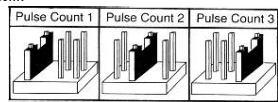

Fig. 1
-Réglage du compteur d'impulsion : Le compteur d'impulsion règle le nombre des zones protégées que le cambrioleur doit dépasser avant qu'une alarme se déclanche. La position du cavalier définit le réglage du compteur (Fig. 1). (Le réglage d'usine est de 2 impulsions). Compteur d'impulsion 1 pour une lentille à longue distance. Prière de prendre en considération que le cavalier doit être mis verticalement.